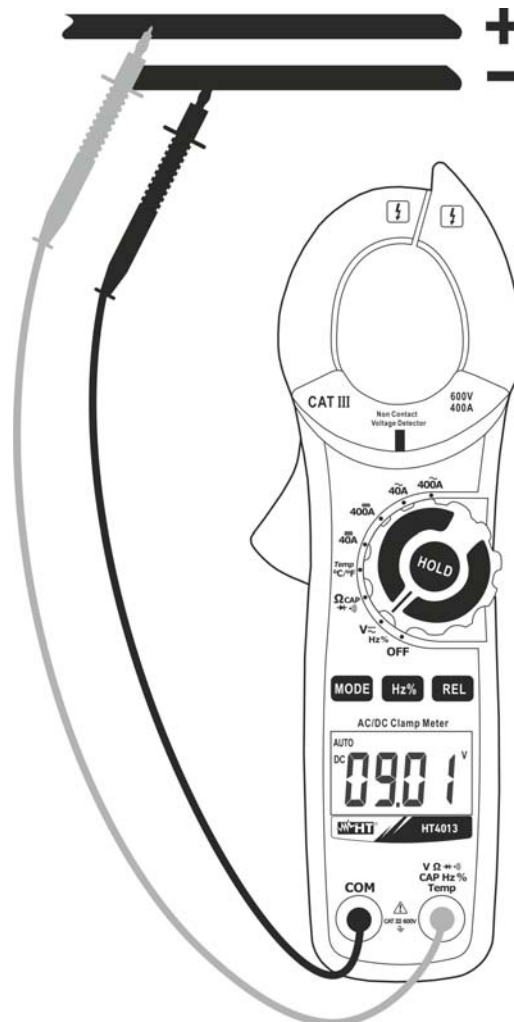

Fig. 2 : Utilisation de la pince pour mesure de tension DC
2. Insérer le câble rouge dans l'entrée du jack **VΩ▶▶CAPHz%Temp** et le câble noir dans la borne d'entrée **COM** (Fig. 2).